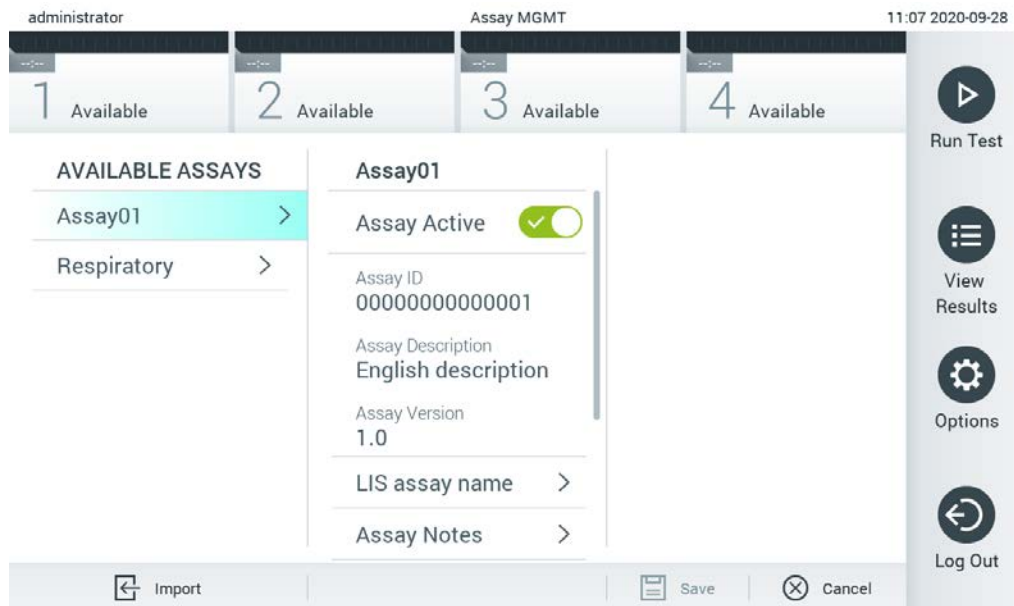

Figura 61. Activarea testului.
7. Testul devine activ prin selectarea Assay Active (Test activ) (Figura 61).